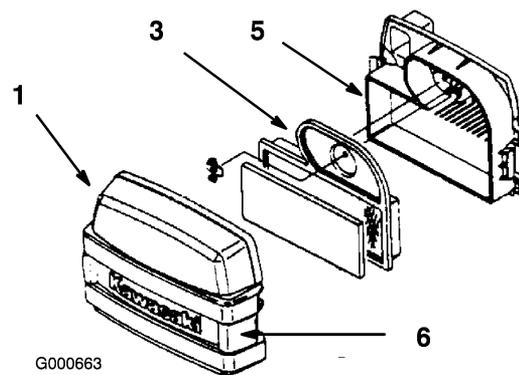

Figure 34
3. Nettoyez la surface autour du filtre à air pour éviter que des impuretés ne s'introduisent dans le moteur et l'endommagent. Dégagez les deux fixations latérales et déposez le couvercle du filtre à air (Figure 34).
4. Sortez délicatement l'élément en mousse de l'élément en papier (Figure 34).
5. Dévissez l'écrou à oreilles et retirez l'élément en papier (Figure 34).
1. Lavez l'élément en mousse dans de l'eau chaude additionnée de savon liquide (Figure 34). Rincez soigneusement l'élément une fois propre.
1. Glissez délicatement l'élément en mousse dans l'élément en papier (Figure 34).
2. Posez l'ensemble filtre à air sur sa base et fixez-le avec l'écrou papillon (Figure 34).
3. Reposez et verrouillez le couvercle du filtre à air (Figure 34).